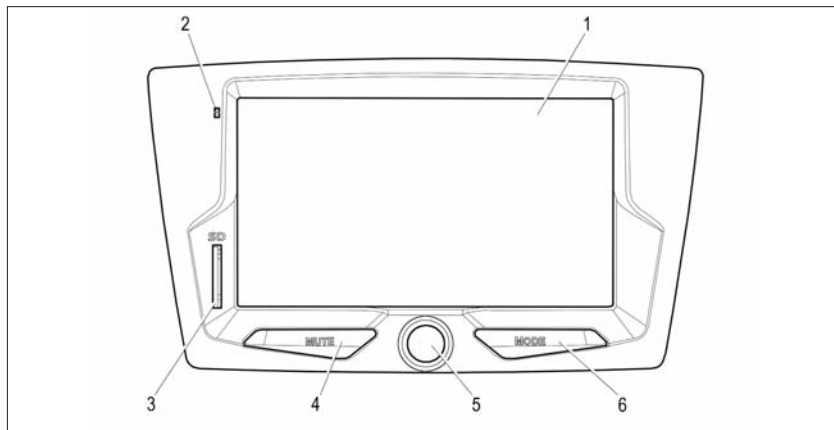

Рис. 41. Радиоприемник и проигрыватель звуковых файлов
**В вариантном исполнении** автомобиль комплектуется радиоприемником и проигрывателем звуковых файлов разных моделей, внешний вид которых представлен на рис. 41 и 41а. Более подробную информацию управлением радиоприемника и проигрывателя звуковых файлов смотрите в приложении 4 и 5.
Разъем 1 (рис. 41б) для подключения USB-накопителя расположен в верхнем левом углу вещевого ящика.
Рис. 41а. Внешний вид и форма лицевой панели радиоприемника (в вариантном исполнении)
Рис. 41б. Размещение разъема для подключения USB-накопителя